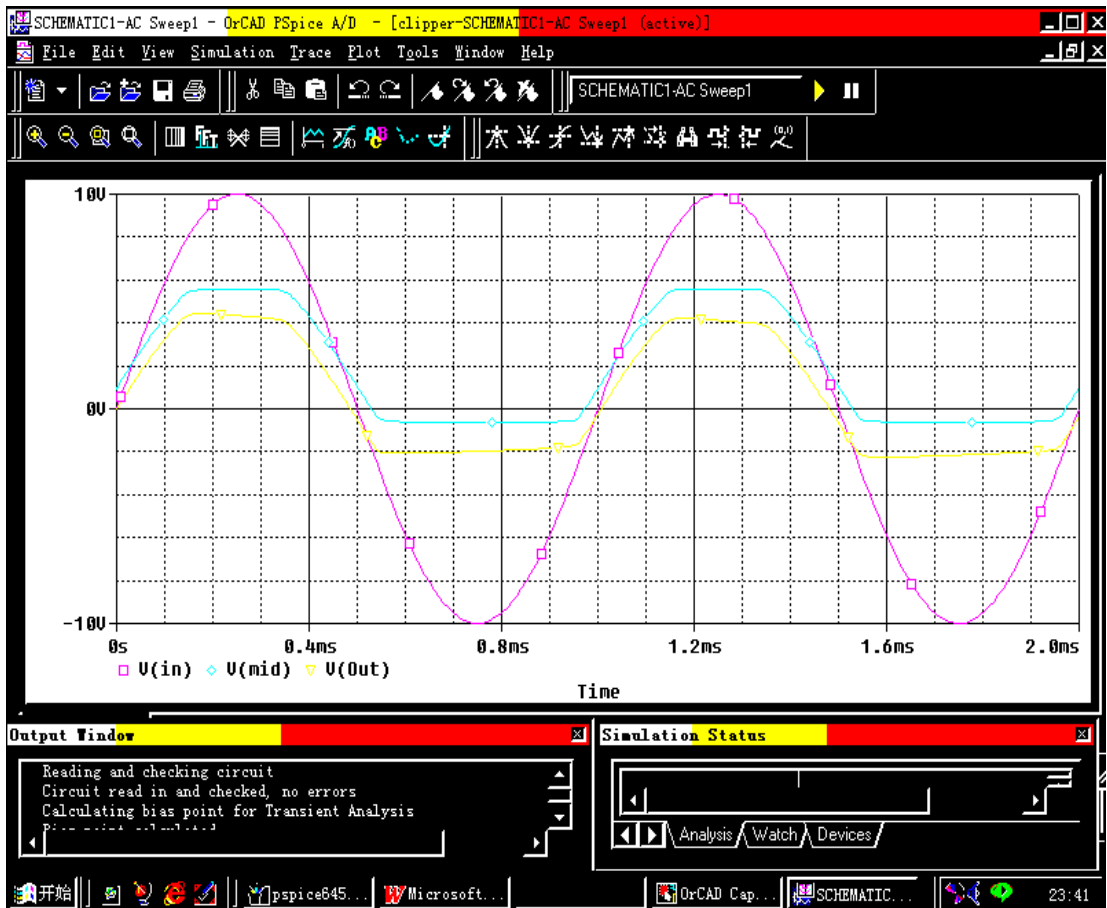

图 5.4.5 瞬态特性分析的结果
(1) 将 PSpice 工具栏中的电压测量符号“V”激活，并把测量探针放置于 R_1 和 R_2 连接处及 Out 处，这样就可以得到 Mid 和 Out 两处的电压信息。
(2) 在“PSpice”菜单中选择“Run”或在 PSpice 工具栏中点击执行键，PSpice 软件的 probe 模块就在上述激励源参量状态设置条件下，对电路的直流特性进行分析，显示如图 5.4.5 所示的曲线。